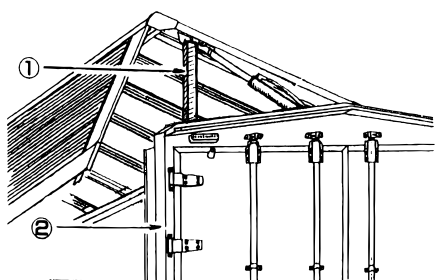

図1
油圧装置のメンテナンスの時には、必ずウイングの前後に支柱を入れて、下降しないようにしてから作業を行ってください。(図1-①)
フレーム等の加熱修理の場合には、配管チューブが熱により損傷しない様、加熱保護対策を施し、又は、油圧ホースを取外してから修理を行ってください。特に、コーナーポスト4ヶ所(図1-②)内には、見えない部分に配管されておりますので、注意が必要です。